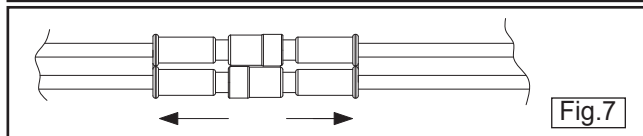

Fig.7
5. Scollegare il cavo della batteria dal cavo dell'involucro (se non è già scollegato, il cavo sarà scollegato al momento dell'acquisto del MARLIN). (Ved. fig. 7).